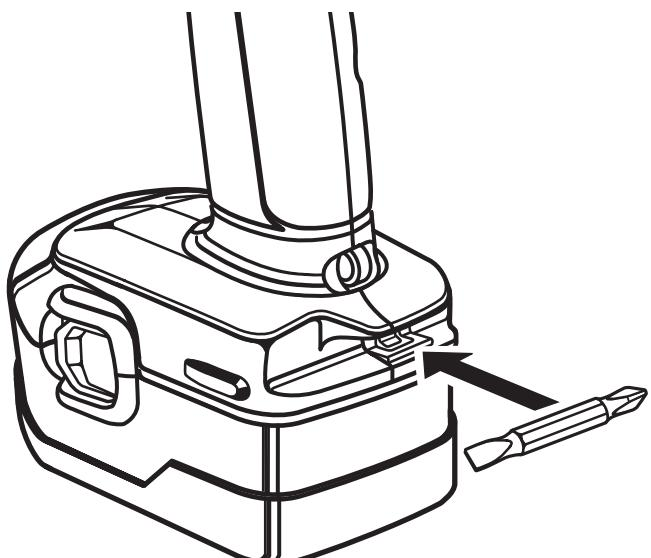

Fig. 14
*Voir la figure 14.*
- Insérer la clé hexagonale dans le mandrin et serrer fermement ce dernier. Frapper la clé vers la droite d'un coup sec avec un maillet. Ceci serre le mandrin sur la broche. *Voir la figure 14.*